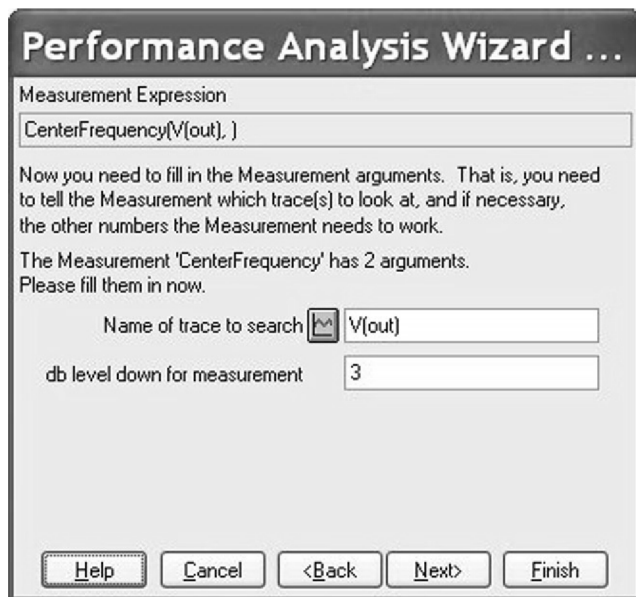

图 10.13 设置 **V(out)** 为输出变量，下降值为  $-3\text{dB}$
3. 在如图 10.13 所示的 **Measurement Expression** 测量函数表达式窗口中，输入需要查询的波形名称 **V(out)**。在 **db level down for measurement** 中输入 3。上述设置将对滤波器中心频率两边下降 3dB 的频率点进行测量，该测量以标称值（无元件容差）运行时的最大输出值点频率为中心频率。然后在 **Performance Analysis Wizard** 性能分析向导中单击 **Next** 进行下一步设置。